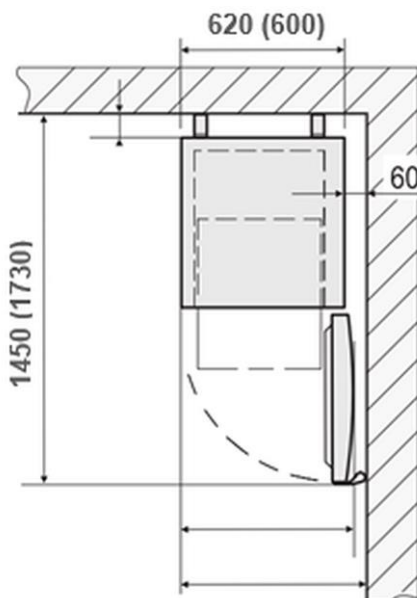

Abb. 7
- Sollte das Gerät in einer Ecke aufgestellt werden, lassen Sie einen seitlichen Abstand von mindestens 60 mm (Abb. 7).